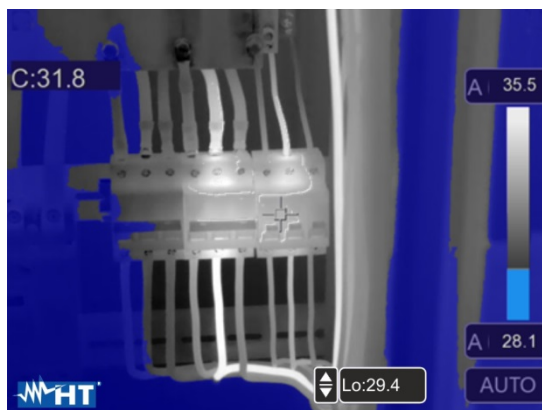

Fig. 38: Sélection isotherme de l'alarme au-dessous de la température
7. Appuyez sur le champ « Lo » en bas de l'écran et utilisez les touches fléchées ▲ ou ▼ pour définir la valeur seuil de température **minimale** en dessous de laquelle le compteur affiche les points de l'image en bleu et les points restants en gris (voir Fig. 38)